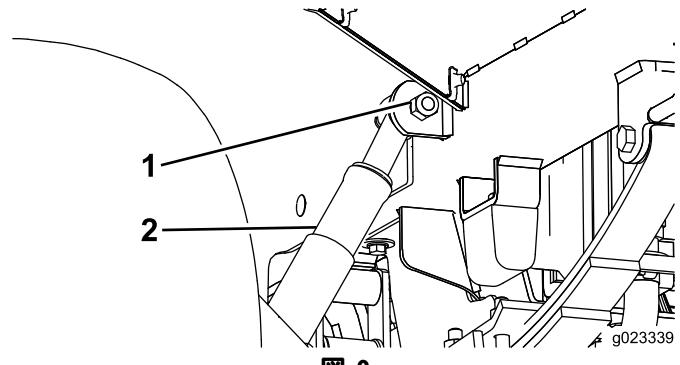
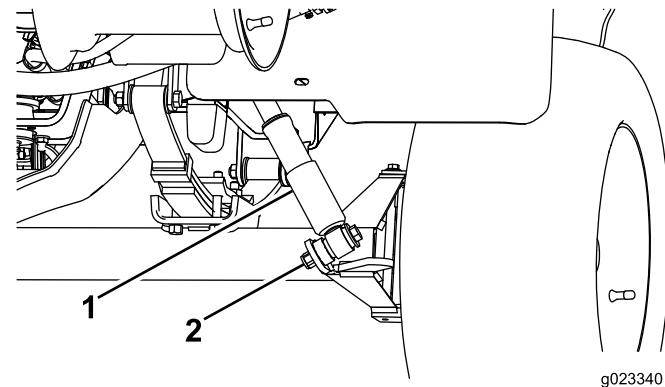
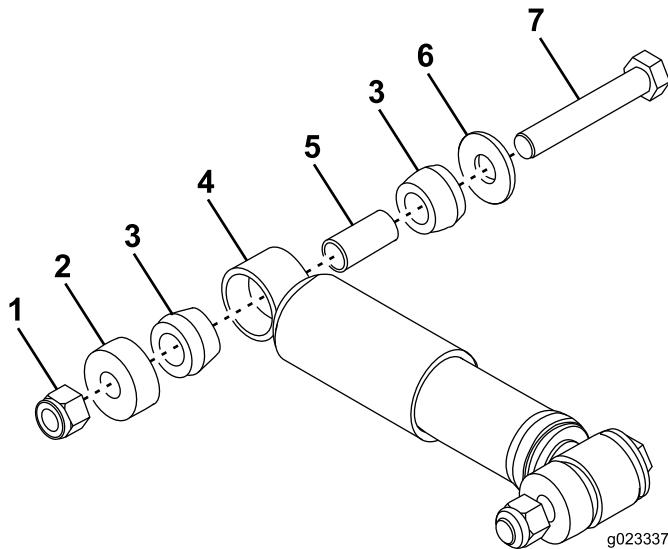

図 2
図 3
図 4
5. 古いショックアブソーバについているボルトとナットを外してショックアブソーバを外す（図 2 と 図 3）。
6. 新しいショックアブソーバ（図 4）を取り付ける；古いアブソーバを外した同じ場所にそのまま取り付ければよい（図 2 と 図 3）。